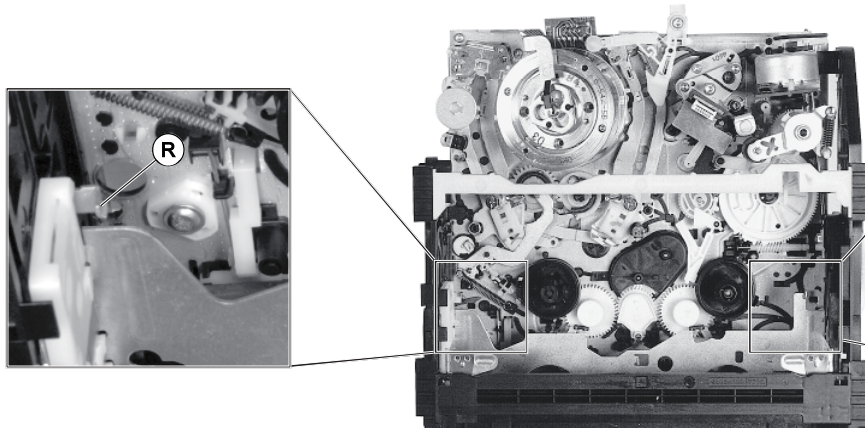
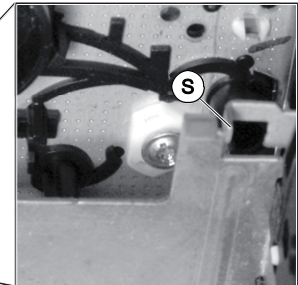

Fig. 1
Fig. 2
- Arretierungen **(R)** (Fig. 1) und **(S)** (Fig. 2) des Cassettenschachtes lösen und diesen dabei so weit nach innen schieben, bis sich der Cassettenschacht leicht absenkt.
- Release the locks **(R)** (Fig. 1) and **(S)** (Fig. 2) of the cassette compartment and move it inwards until the cassette compartment lowers by a small amount.
- Arretierungen (R) (Fig. 1) und (S) (Fig. 2) des Cassettenschachtes lösen und diesen dabei so weit nach innen schieben, bis sich der Cassettenschacht leicht absenkt.
- Release the locks (R) (Fig. 1) and (S) (Fig. 2) of the cassette compartment and move it inwards until the cassette compartment lowers by a small amount.